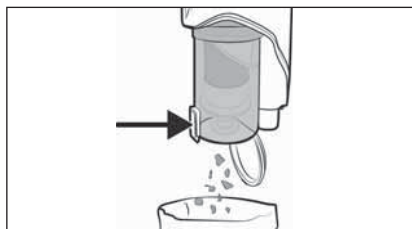

Fig. 21
- 1) Hold smudsbeholderen **7** over en affaldsspand, og tryk på oplåsningsknappen til smudsbeholderdækslet **8**. Smudsbeholderdækslet **9** åbner sig, og indholdet falder ned i spanden (se fig. 21). Luk derefter smudsbeholderdækslet **9**.